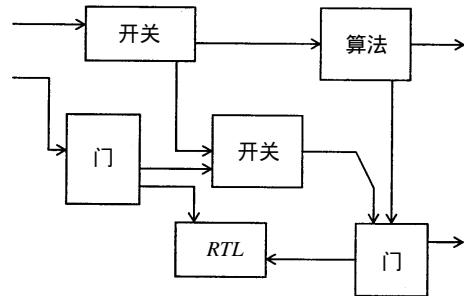

图 1-1 混合设计层次建模
- 图 1-1 显示了 Verilog HDL 的混合方式建模能力，即在一个设计中每个模块均可以在不同设计层次上建模。